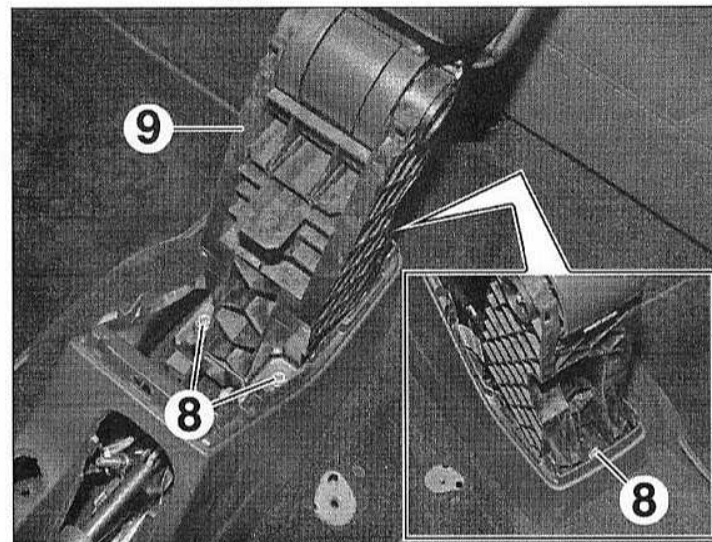
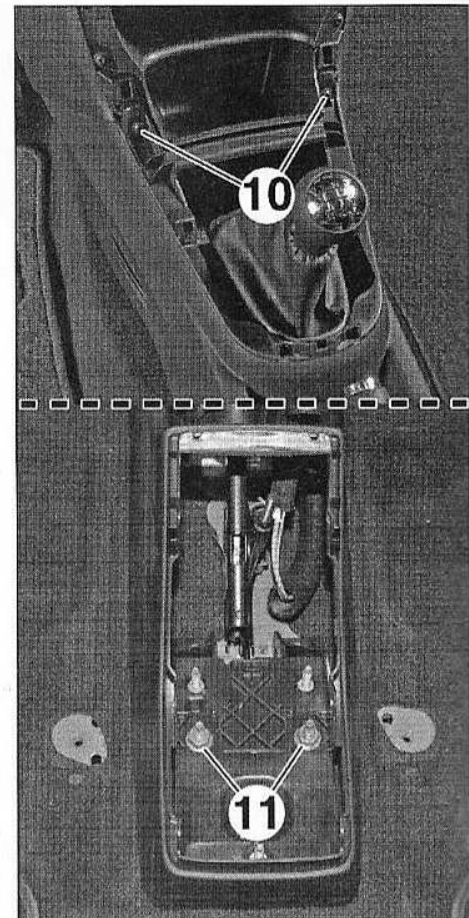

FIG.4
FIG.5
- les écrous (8) (Fig.4),
- l'accoudoir (9),
- les vis (10) (Fig.5),
- les écrous (11).